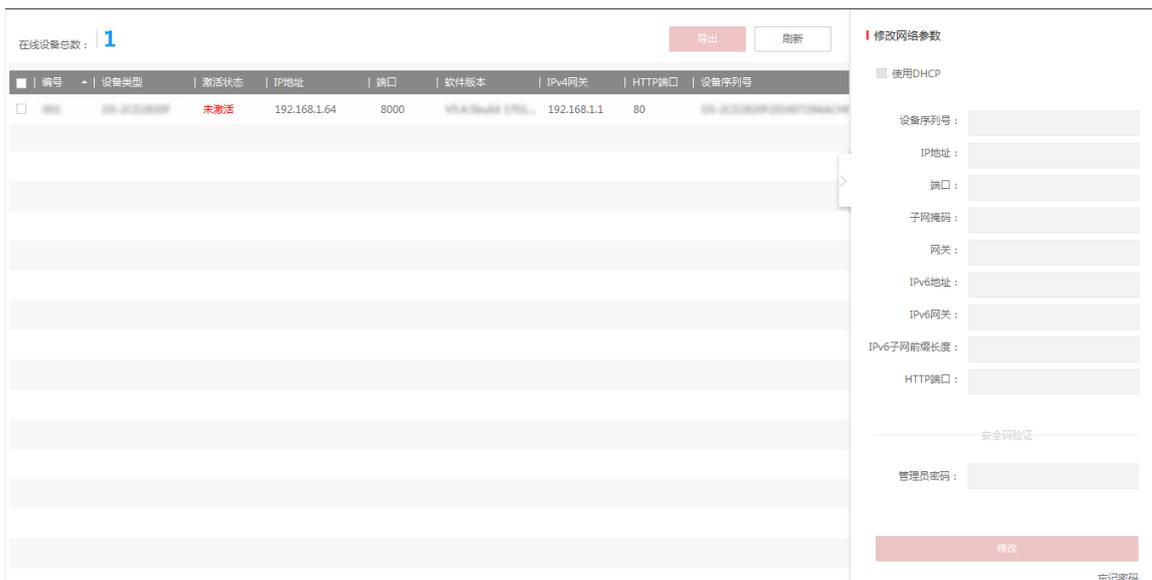

图3-1 SADP 搜索软件
**步骤1** 安装从官网下载 SADP 软件，运行软件后，SADP 软件会自动搜索局域网内的所有在线设备，列表中会显示设备类型、IP 地址、激活状态、设备序列号等信息，如图 3-1 所示。